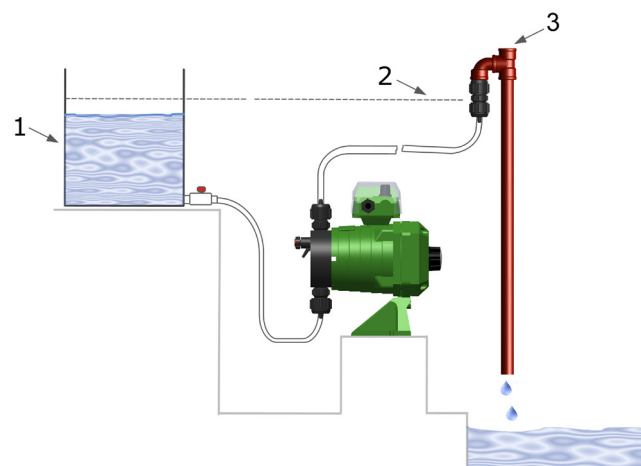

Figura 6.2.1 Ejemplo de dosificación a presión ambiente
- Si se dosifica a presión ambiente, fijar la válvula de retención de inyección a un soporte por encima del máximo nivel del líquido en el recipiente. Ver figura 6.2.1